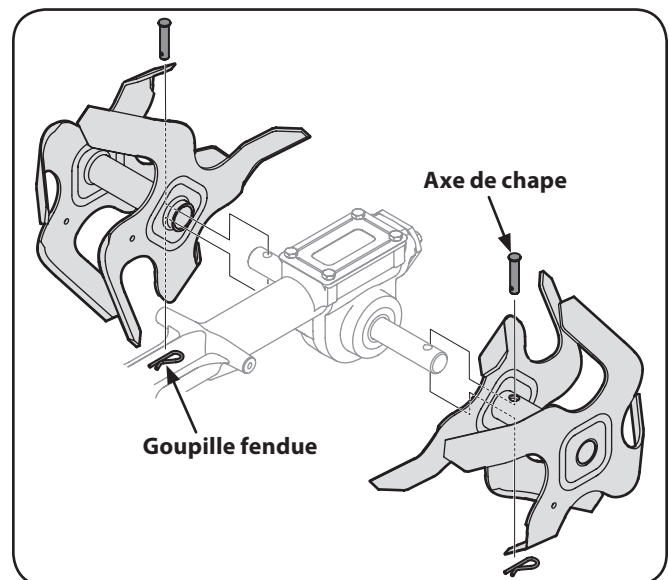

Figure 7-6
- Pour démonter un ensemble de dents, retirez la goupille fendue qui fixe l'axe de chape. Voir Figure 7-6. Retirez l'axe de chape et faites glisser l'ensemble des dents vers l'extérieur pour le faire sortir de l'arbre des dents.